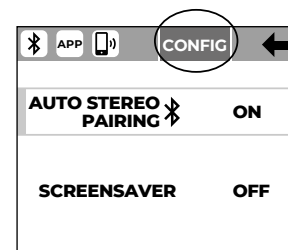

Fig.5
2. Ripetete l'operazione per sganciare l'elemento **A** dal subwoofer (Fig.5)
### 5.4 | SCHERMATA MENU CONFIG (Fig.5)